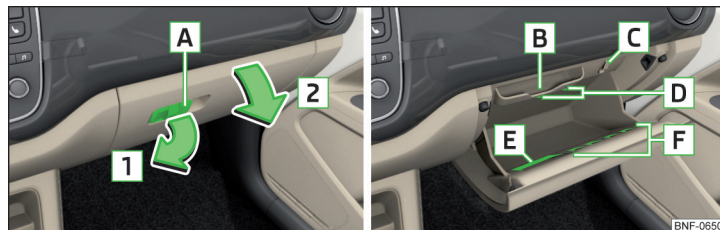

Fig. 71 Åbning af handskerum / Indvendigt i handskerummet
Handskerum » Fig. 71
- Hvis der på åbningsgrebet **A** » Fig. 71 er en krog, der kan klappes ned » Fig. 73 på side 58, skal bagage, der hænger på krogen, tages af.